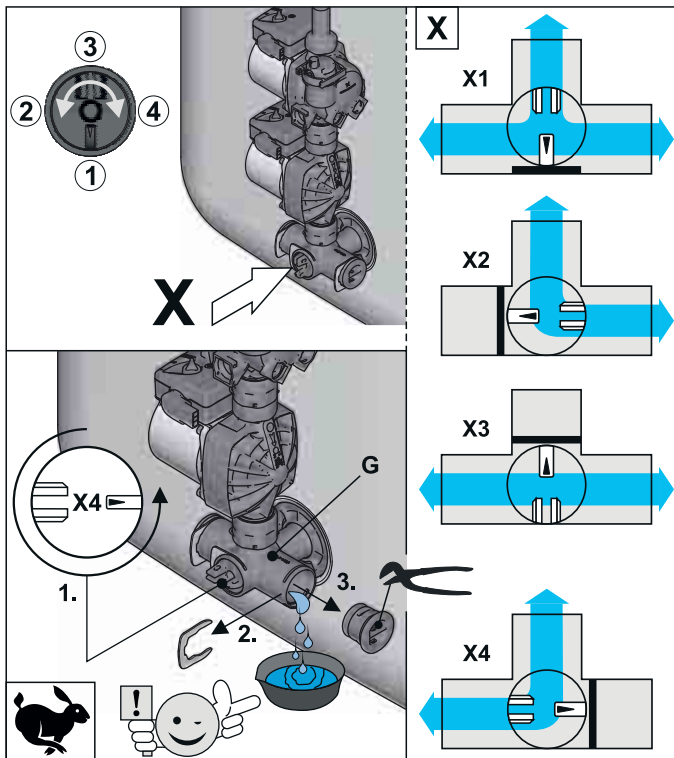

Bild 6-5 Ventileinsatz absperren, Blindstopfen vom Anschlusswinkel entfernen
- Ventileinsatz am Anschlusswinkel so einstellen, dass der Weg zum Blindstopfen abgesperrt ist (Bild 6-5).
- Geeignete Auffangwanne unterstellen und Blindstopfen vom Anschlusswinkel entfernen (Bild 6-5).
- Ventileinsatz am Anschlusswinkel so einstellen, dass der Weg zum Ablaufschlauch geöffnet wird (siehe auch Bild 6-5) und Wasserinhalt des Speicherbehälters ablassen.